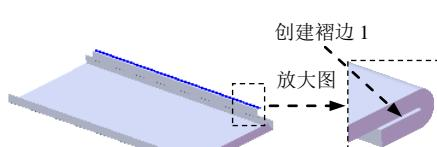
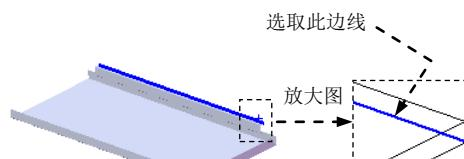

图 17.6.15 创建褶边 1
图 17.6.16 定义特征的边线
Step8. 创建图 17.6.15 所示的褶边 1。
(1) 选择命令。选择下拉菜单 **插入(I)** → **钣金(B)** → **褶边(H)...** 命令，系统弹出“褶边”对话框。
(2) 定义特征的边线。选取图 17.6.16 所示的模型边线为生成褶边的边线。
(3) 定义褶边类型和大小。在 **类型和大小(T)** 区域中，选择“打开”选项 。在 **文本框** 中输入角度值 2.0。在 **文本框** 中输入 0.1。
(4) 单击 按钮，完成褶边 1 的创建。